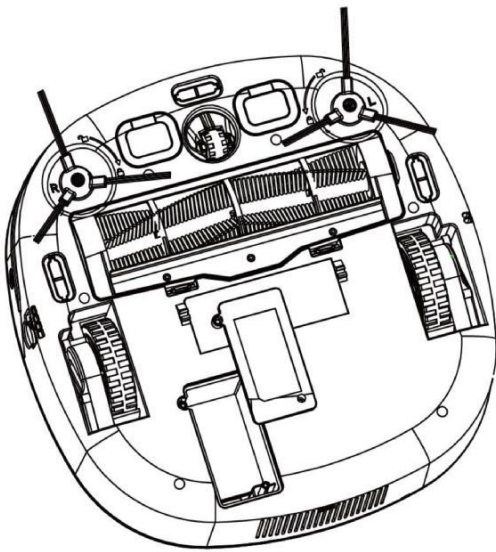

Fig. 26
1. Zdejmij pokrywę baterii. Rys.26